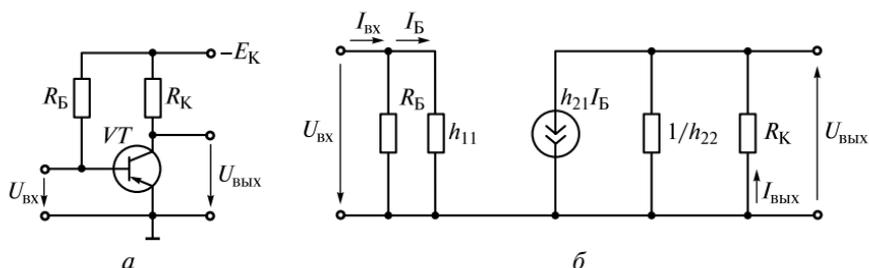

Рис. 1.9
1.21.Р. На рис. 1.9, *а* приведена схема усилительного каскада с общим эмиттером на транзисторе ГТ322Б, а на рис. 1.9, *б* — его схема замещения.